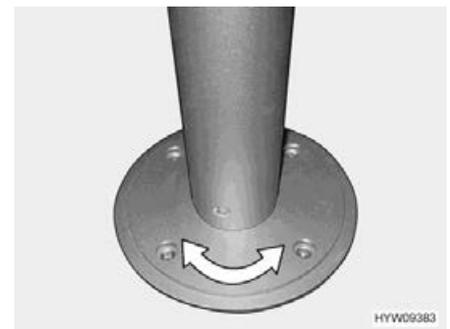

Bild 134 Säulen-Tischfuß (drehbar) (modellabhängig)
- Tischplatte in gewünschte Stellung drehen. Dazu ist etwas Kraftaufwand nötig, denn die Tischplatte dreht sich gegen den Reibungswiderstand am Säulen-Tischfuß (Bild 134).